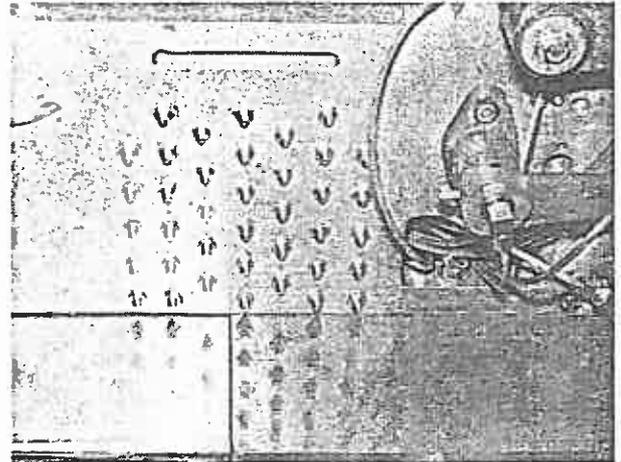

Bild 40
- Schmierleiste auf der Vorderseite des Einwicklerapparats (Bild 40) und Lagerstellen am Handrad der Gewichts- und Drehzahlverstellung,